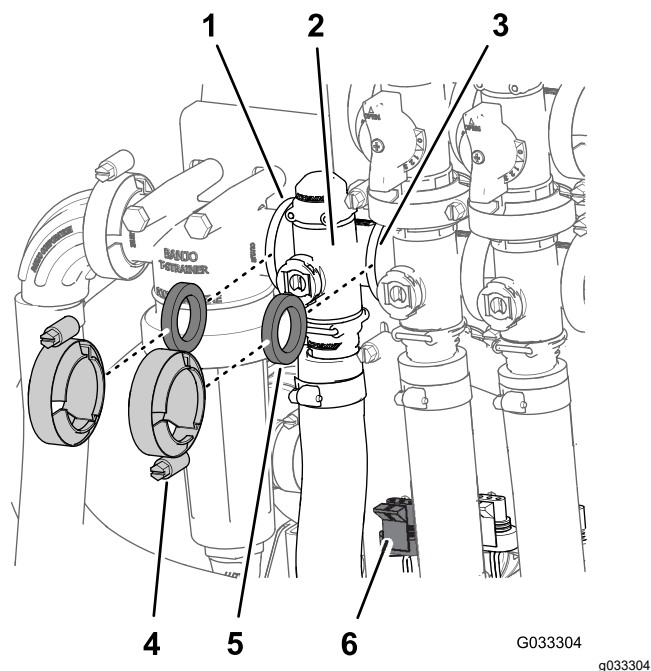

Рисунок 67
1. Снимите хомуты и прокладки, с помощью которых крепится коллектор клапана управления нормой внесения (Рисунок 67).